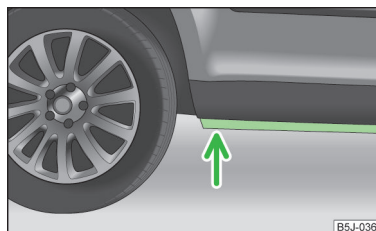

Fig. 95
- El nivel del agua debe llegar como máximo al alma del larguero inferior » fig. 95.